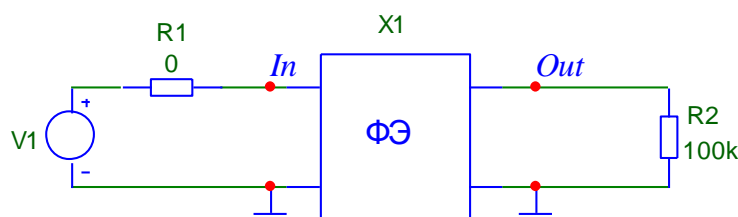
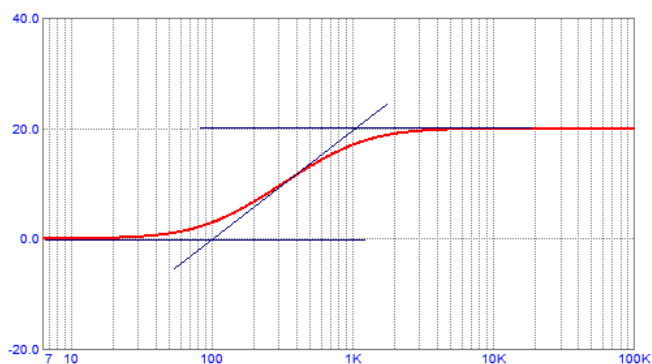

Рисунок 1.1 – Схема для расчета входного сопротивления
Рисунок 3.2 – ЛАЧХ интегро-дифференцирующего звена с дифференцирующими свойствами
1. Загрузить в программу схемотехнического моделирования *Micro-Cap* файл *01.cir* (рис. 1.1). Установить амплитуду входного синусоидального источника 10 мВ, частоту 1 кГц.
- 1.3. Определить частоты сопряжения и рассчитать постоянные времени $TT1$ и $TT2$ интегро-дифференцирующего звена (рис. 1.1), необходимые для получения характеристики рис. 3.2 (интегро-дифференцирующего звена с дифференцирующими свойствами). Обратит внимание, что по оси X — круговая частота ω .
- 1.4. Полученные в п.1.3 значения постоянных времени задать в качестве параметров звена схемы рис. Ошибка! Текст указанного стиля в документе отсутствует..1. Запустить анализ АС и получить АЧХ и ФЧХ интегро-дифференцирующего звена. Обратит внимание на формат задания переменных и масштабов по оси X для получения зависимости $K(\omega)$. Убедиться в совпадении полученной характеристики с заданной (т.е. с характеристикой рис. 3.2). Указать в поле схемы и графика номер группы и вариант. Схему и графики занести в отчет.